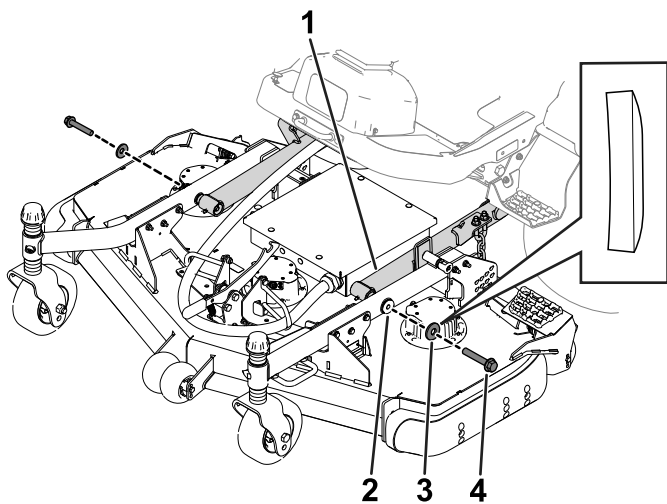

**Bild 18**
2. Entfernen Sie die Schnitthöhenstifte (Bild 18) von den Seitenplatten des Mähwerks.